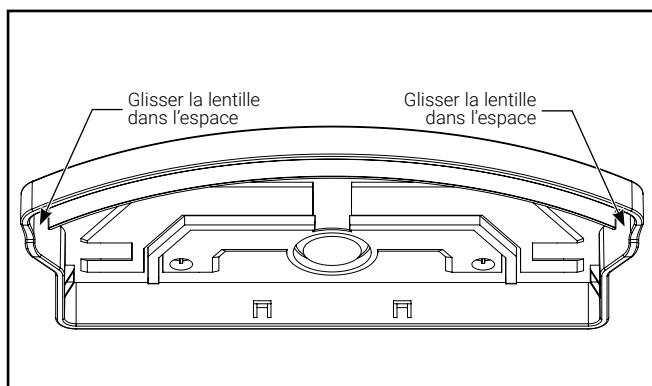
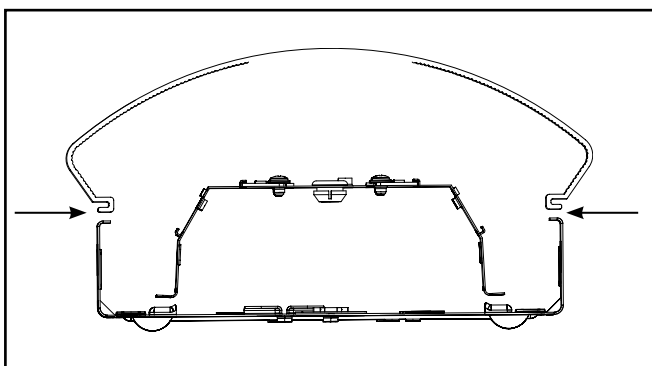

Figure 6.
Figure 7.
7. Installez la lentille en commençant par l'une des extrémités et en faisant glisser les côtés de la lentille entre le joint du luminaire et les côtés externes du capuchon de protection (figure 6). Comprimez la lentille avec les deux mains de manière que la rainure de la lentille s'insère dans le rebord du boîtier du luminaire (figure 7). Tout en comprimant la lentille dans le boîtier, faites-la glisser vers l'extrémité du luminaire et poussez-la sous la languette située sur le capuchon de protection. Une fois la lentille complètement insérée dans le capuchon de protection, commencez à pousser la lentille vers le boîtier. Une fois la lentille fixée au boîtier, faites bouger la lentille d'un côté à l'autre afin de vous assurer qu'elle est centrée entre les languettes situées sur les capuchons de protection. Tirez légèrement la lentille vers le bas pour vous assurer qu'elle est complètement insérée.